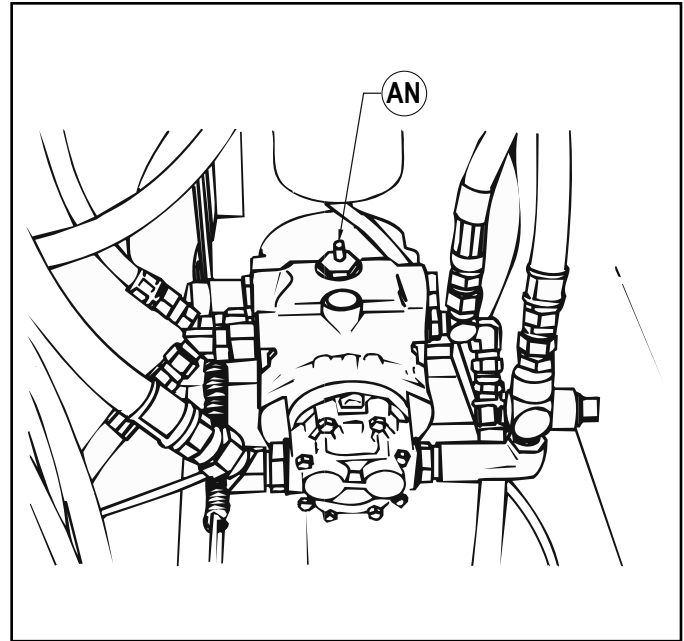

РИС. 21
УКАЗАНИЯ ПО БУКСИРОВКЕ (СМ. РИС. 21)
1. Найдите удлинение вала управления буксиром (AN) как показано на Рис. 21. (Смотрите на стрелку)